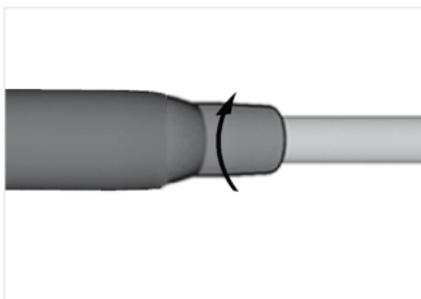

FIG. 3
4. Den Motor festhalten und die Schlauchhülse an der hinteren Motorverbindung vollständig festschrauben ABB. 3.